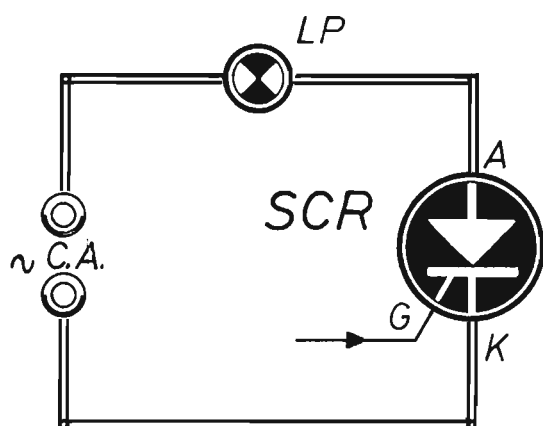

Fig. 5 - Circuito teorico di applicazione di un diodo SCR in funzione di interruttore, chiuso o aperto, di accensione della lampada LP.
**Fig. 5 -** La seconda fase costruttiva della stella natalizia interessa la faccia della basetta opposta a quella in cui è composto il circuito. Su questa debbono essere applicati i cinquanta diodi led nell'ordine indicato nello schema teorico di figura 1, iniziando dal ramo A con il diodo A1. In basso di questo disegno, sulla sinistra, sono riportati gli elementi di riconoscimento della posizione esatta dei due elettrodi di anodo e di catodo del led normale e di quello temporizzato.